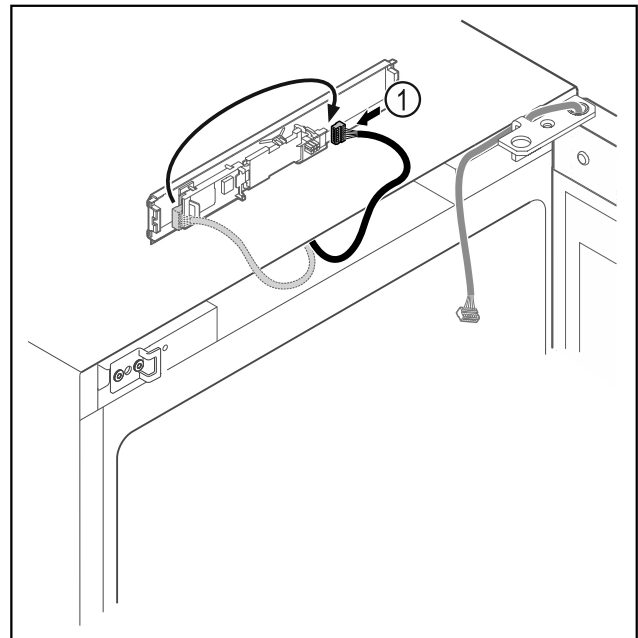

Fig. 19
- ▶ Vėl įkiškite kištuką į plokštę Fig. 19 (1).